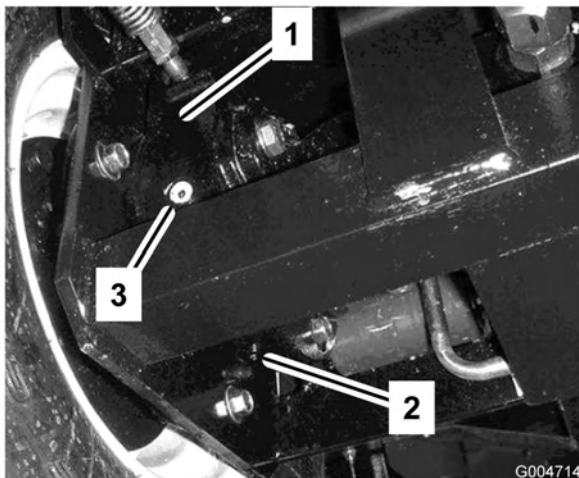

Figura 59
4. Coloque un recipiente debajo del alojamiento del freno en el otro lado de la rueda (Figura 59).
7. Retire el tapón de verificación del alojamiento del freno (Figura 59).